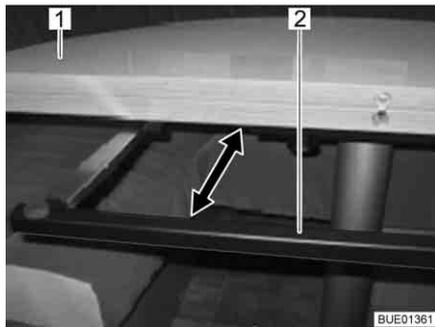

Fig. 97 Staffa di sostegno
- Estrarre la staffa di sostegno (Fig. 97,2) fino all'arresto al di sotto del piano del tavolo (Fig. 97,1).